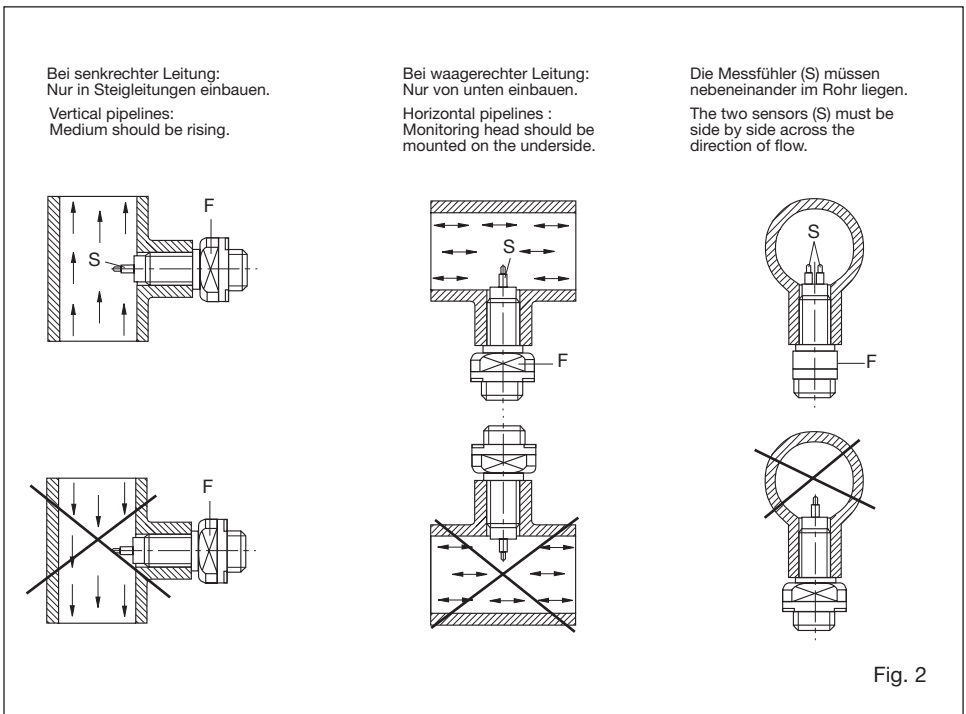

Fig. 2
- Den Einbauort des Messkopfes wie folgt wählen (siehe Fig. 2):
- For best performance the monitoring head should be installed in the pipeline in accordance with the following conditions (see fig. 2).
- 3 Messkopf mit Rohrfitting vergleichen und überprüfen, ob die beiden Messfühler (S) im eingebauten Zustand im Strömungsmedium liegen (siehe Fig. 2), ohne den Rohrleitungsquerschnitt wesentlich zu verringern.
- 3 The monitoring head should be screwed into the pipeline far enough to ensure that the sensors (S) are positioned fully in the flow stream (see fig. 2). However, care should also be taken that the sensor is not screwed in too far, thus causing an undue restriction in the pipe bore.